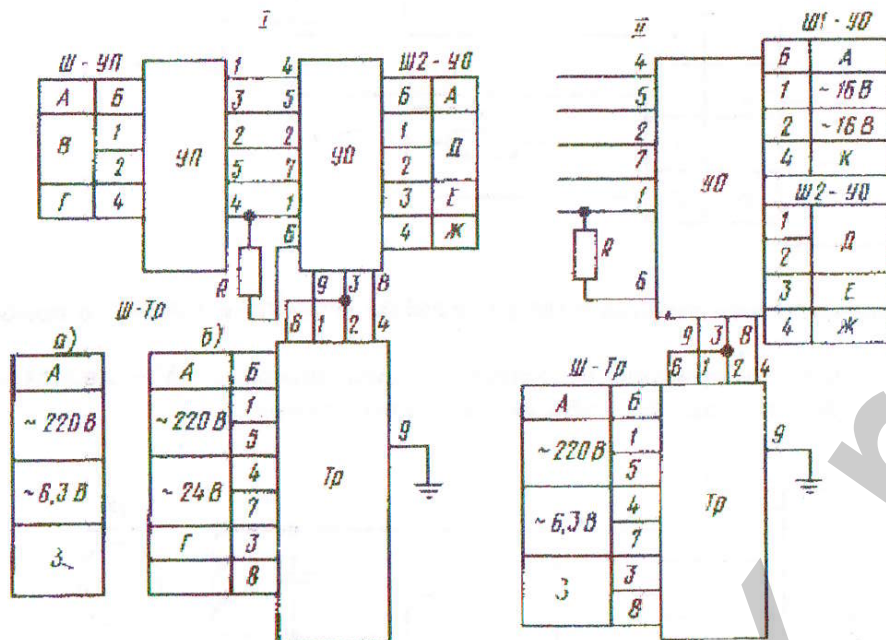

Рис. 2. Схема соединений блоков в усилителе:
4.2.1. Схема соединений блоков в усилителе приведена на рис. 2.
При необходимости допускается монтировать усилитель в приборе поблочно. Электрические соединения блоков между собой должны осуществляться в соответствии с рис. 2.